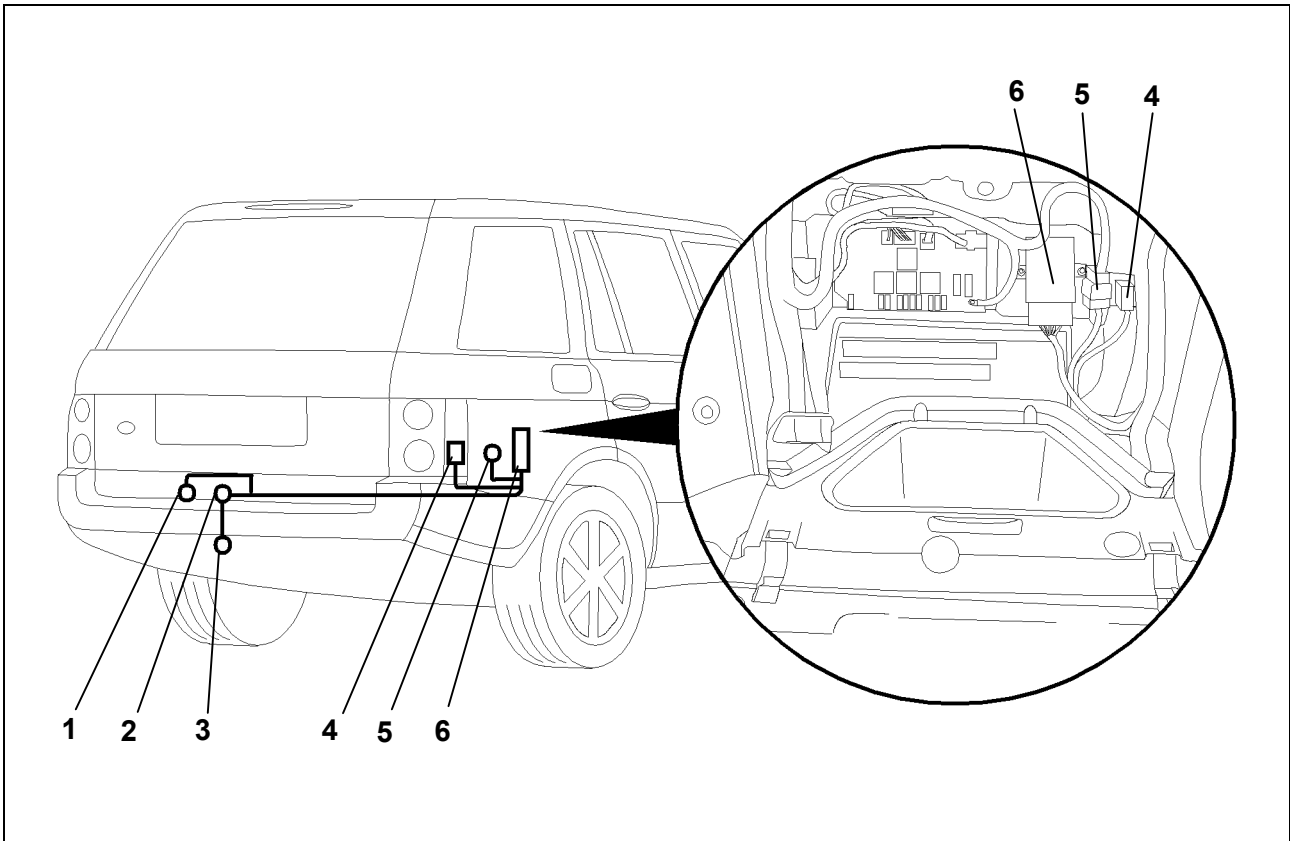

Abb. 1: Einbauübersicht
4. Das Leitungsende mit dem 12- und 15-poligen Stecker von außen durch die Kabel-Durchführung (Abb. 1/2) ziehen. Das andere Ende zum Steckdosenhalteblech (Abb. 1/3) verlegen.
5. Die Gummitülle in die Kabel-Durchführung (Abb. 1/2) einsetzen.